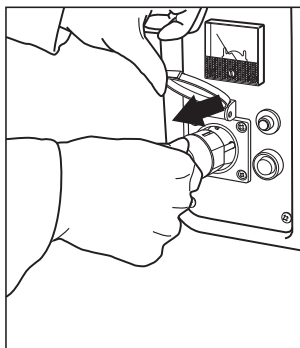

рис. 4
5. Отсоедините все электрическое оборудование от источников переменного тока генератора, отключите подачу напряжения на панели штепсельных розеток (рис. 4).